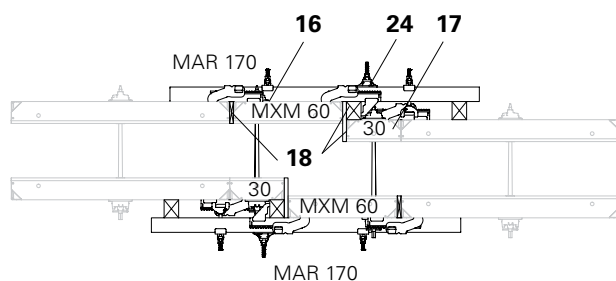

Fig. C5.01a
- Elemento-telaio MX...30 (17)
- Elemento-telaio MXM...60 (16)
- Allineatore MAR 170 con 1 tirante gancio e piastra dado orien. (24)
- Comp. in legno a cura cantiere (18)
- (Fig. C5.01a + C5.01b)